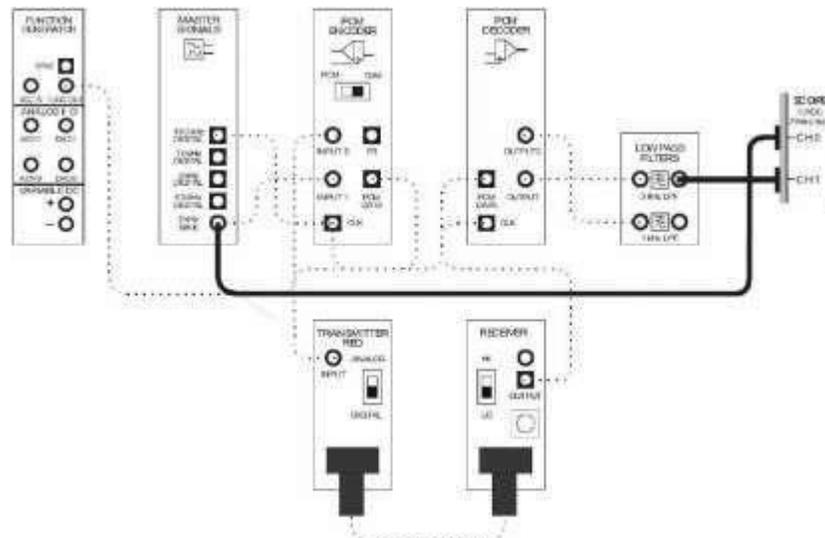

Figura 4.
6. Cambiar la conexión del osciloscopio para observar a la salida del filtro pasa bajas LFP con una frecuencia de corte de 3 KHz el mensaje 1 (Figura 4). Asegúrese de que el sistema aún codifica, decodifica y reconstruye el mensaje.